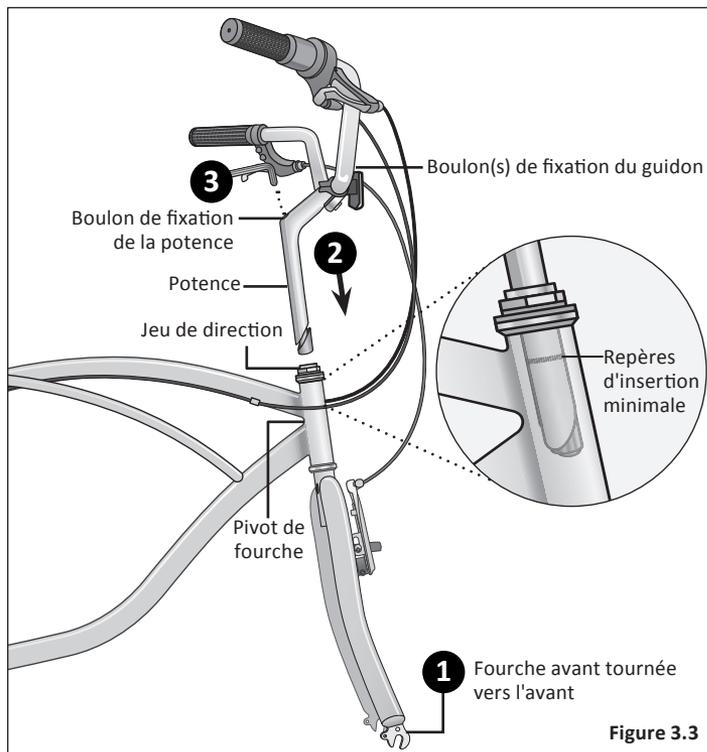

Figure 3.3
❶ Tournez la fourche avant vers l'avant. **Figure 3.3**